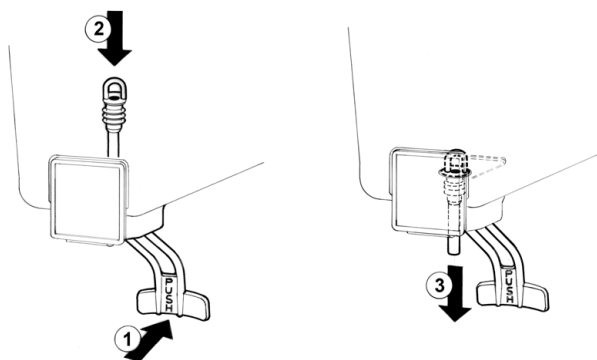

figura 5
(3) verso il basso l'estremità del gommino fino ad assestarlo completamente (vedere figura 5).